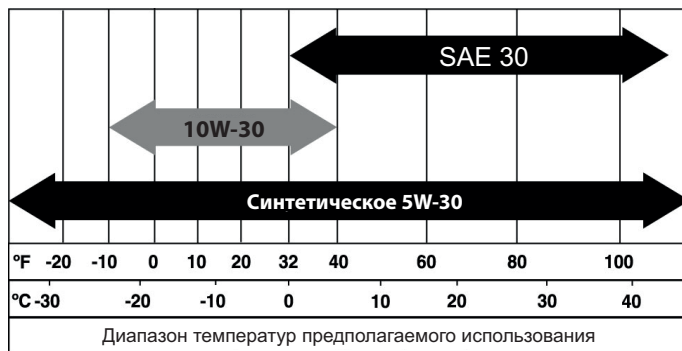

Рисунок 4-1: Рекомендации по использованию масел в зависимости от температуры
7. Заново наполните двигатель рекомендуемым маслом. Рекомендуемое масло см. на Рисунок 4-1.